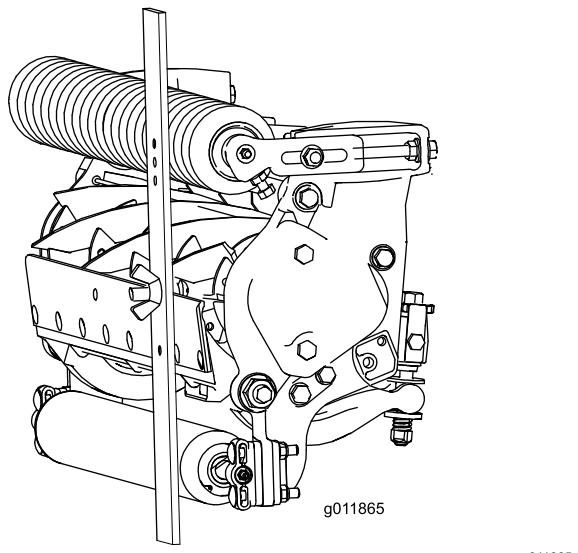

図 18
3. ゲージバーのねじの頭を下刃の先端に引っかけ、バーの後端を後ローラに当てる図18。
4. バーの前端がローラに当たるように、調整ねじで調整する図18。ローラ全体が下刃と平行になるように、ローラの両側を均等に調節する。